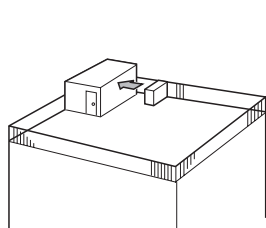

Fig. 2-4
- ① Расположите прибор так, чтобы выходное отверстие было направлено к самой близкой из доступных стен на расстоянии около 500 мм от стены. (Fig. 2-4)